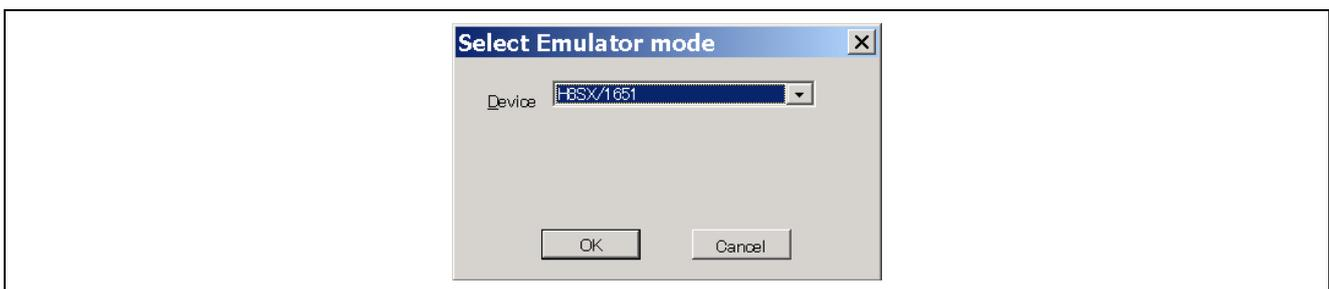

図 3 [Select Emulator mode]ダイアログボックス
- (6) 図 3 に示す[Select Emulator mode]ダイアログボックスでご使用の CPU をドロップダウンリストボックスから選択し、[OK]ボタンを押してください。